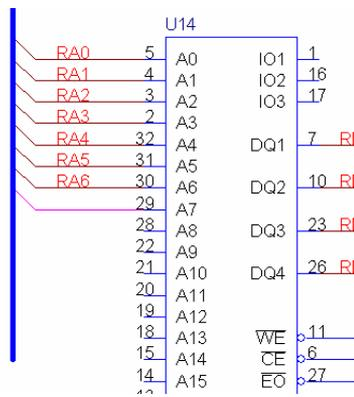

图 3-56 依次通过复制连接总线
(1) 单击原理图编辑工具栏中的命令图标 ，进入复制操作状态。
(2) 单击已经连接的总线连接，即 RA0。此时在光标处会出现一个所复制的总线连接框。
(3) 在 A1 引脚处（即 4 号引脚）单击鼠标左键，A1 信号引脚就会自动连接到总线，并且自动分配给该总线连接 RA1 网络名称。附着总线连接的光标会自动跳到 A2 引脚处。
(4) 不用移动鼠标，直接单击鼠标左键就可以完成 A2 信号的总线连接。依次操作，如图 3-56 所示，直到完成 A15 信号的总线连接，然后退出复制状态。